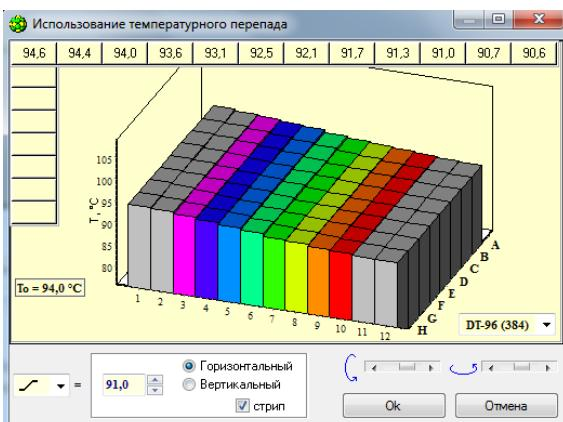

Рис.39 Горизонтальный градиент с опцией «стрип»
4. Для ввода градиента в окошках  =  выбрать символ градиента  и ввести температуру переднего края матрицы при выборе вертикального градиента, или правого края матрицы при выборе горизонтального градиента (Рис.39, 40).
При выборе горизонтального градиента можно выставить опцию  стрип, получив при этом поле матрицы 8x8 с улучшенной линейностью градиента (цветная область на Рис.39).